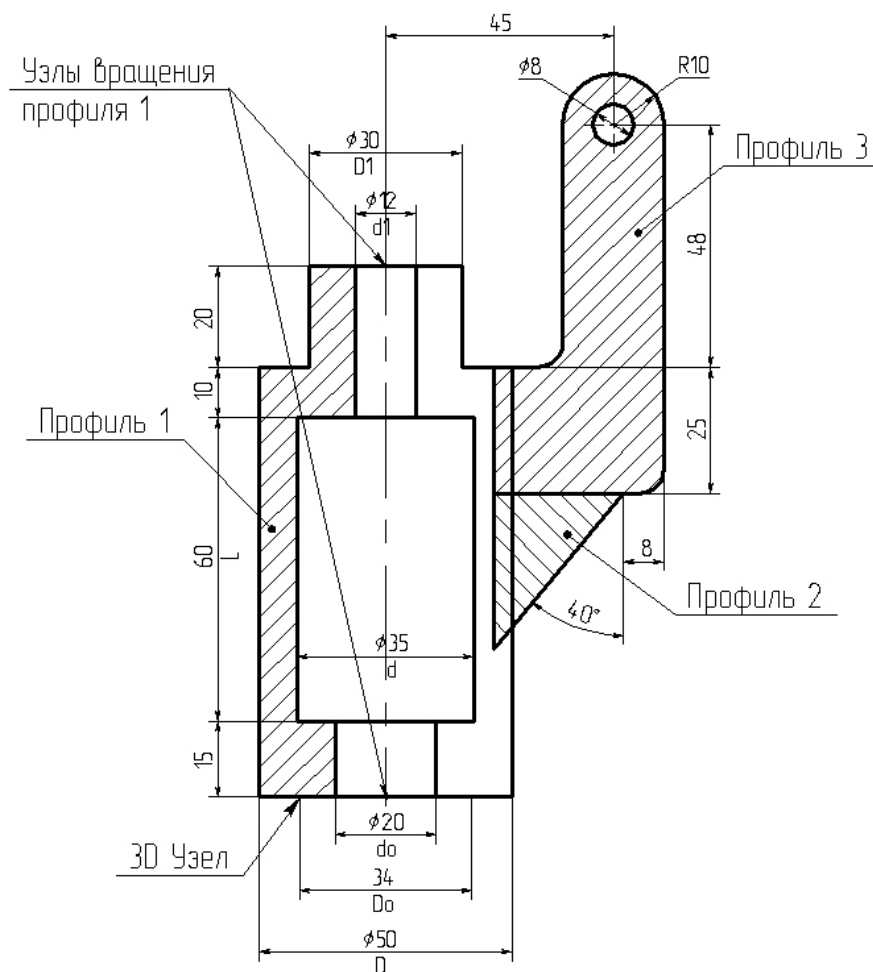

Рисунок 6 - Чертеж корпуса
- Создать на рабочей плоскости «Вид спереди» (Рисунок 6) профили 1, 2, 3 (для разделения профилей в T-Flex CAD используются штриховки с разными параметрами)